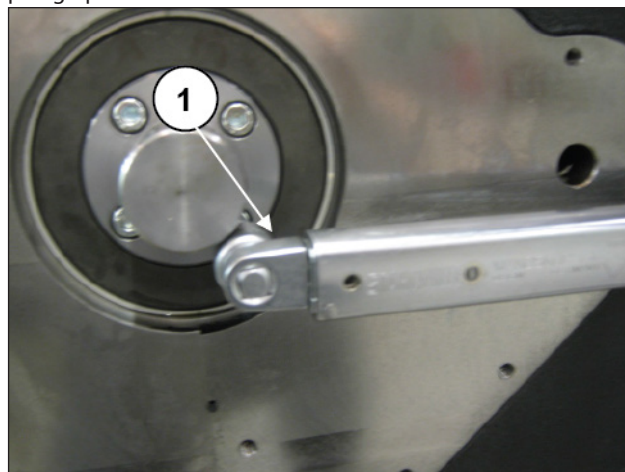

Fig. 123
Monter la tige de commande de la pompe à huile sur le vilebrequin à l'aide des quatre vis M8 (rep. ①, Fig. 123) et serrer avec une clé dynamométrique au couple spécifié au paragraphe 3.